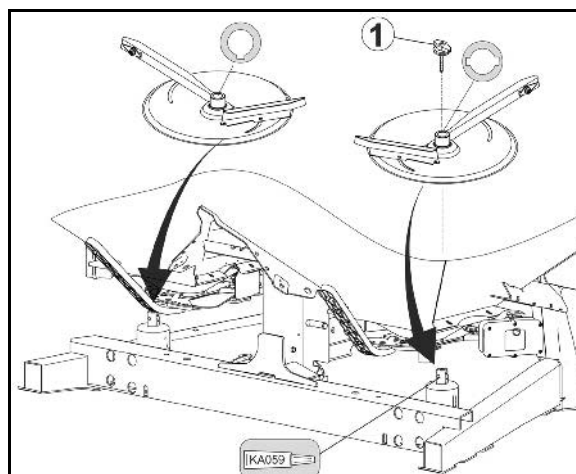

Bild 42
1. Ta bort vingmuttrar (Bild 42/1).